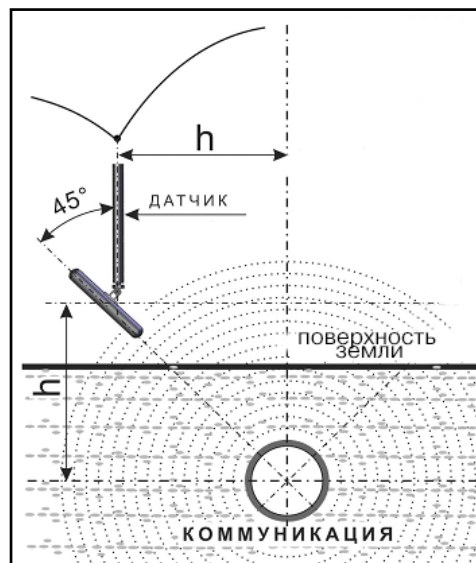

Рис. 6.1
2. При положении антенны ЭМД перпендикулярном трассе и под углом 45° к поверхности земли, минимум сигнала наблюдается на удалении от точки «над трассой», равном глубине залегания коммуникации, когда ось антенны пересекает ось трассы. Это косвенный метод измерения глубины залегания коммуникации (рис. 6.1)